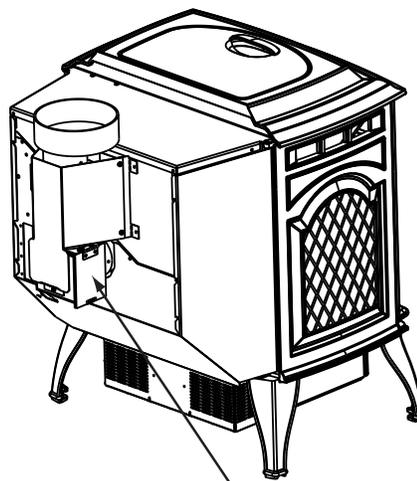

Figure 21.1
- Localisez les 2 tiges exposées situées directement sous les tubes des échangeurs de chaleur (**Figure 21.1**).
- b. Ouvrez le couvercle de nettoyage (**Figure 21.1**).